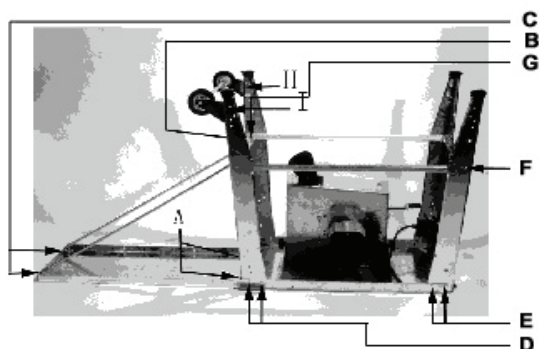

Abb. 12
- Außer der Schrauben auf den Positionen H und I sollen alle Schrauben in der Reihenfolge von A bis G festgedreht werden (siehe Abb. 12).